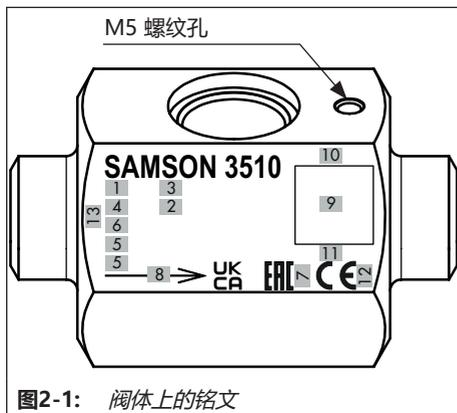

图2-1: 阀体上的铭文
1) 除了阀体上的标签, 阀体上平面 M5 螺纹孔的位置也指明介质流经阀门的方向 (请参见图2-1)。在使用标准 FTO (流开) 流向时, 此螺纹孔始终位于阀体的出口侧。